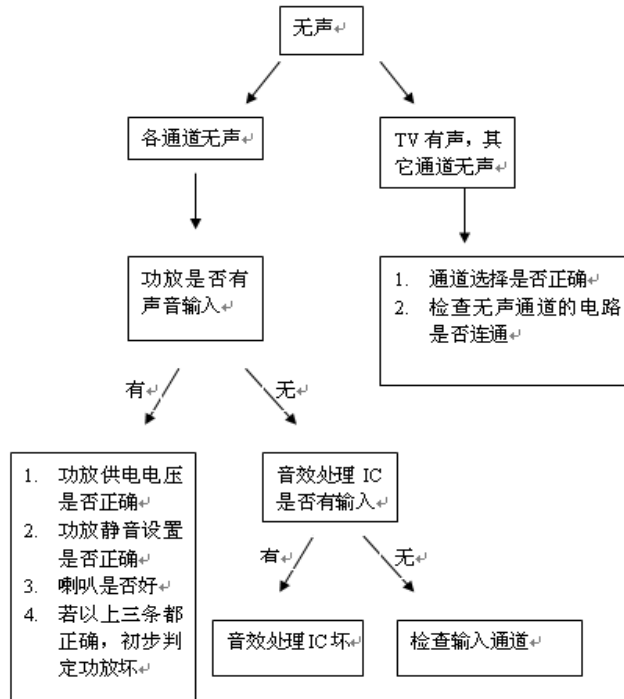

图 7-2 系统声音异常的判断和维修流程
2、电视伴音异常的判断和维修流程，参考图 7-2 的流程进行判断和维修：